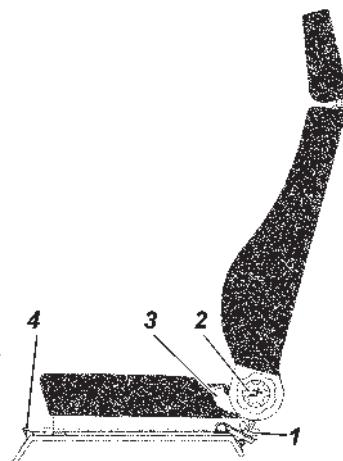

Рис. 3.7. Переднее сиденье:
Регулировка наклона спинки переднего сиденья осуществляется вращением ручки 2 (рис. 3.7).
- отверните гайку-барашек 1 (рис. 3.7) и опрокиньте сиденье вперед;